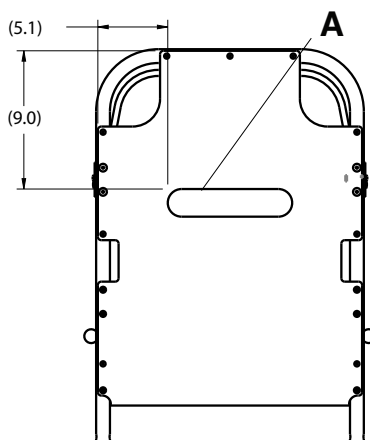

Figura 1 – Aplique o Velcro na cabeceira de Fowler
6. Remova o revestimento do **Velcro** na cabeceira de Fowler (A) e aplique o **Velcro** na superfície da cabeceira de Fowler (Figura 1).